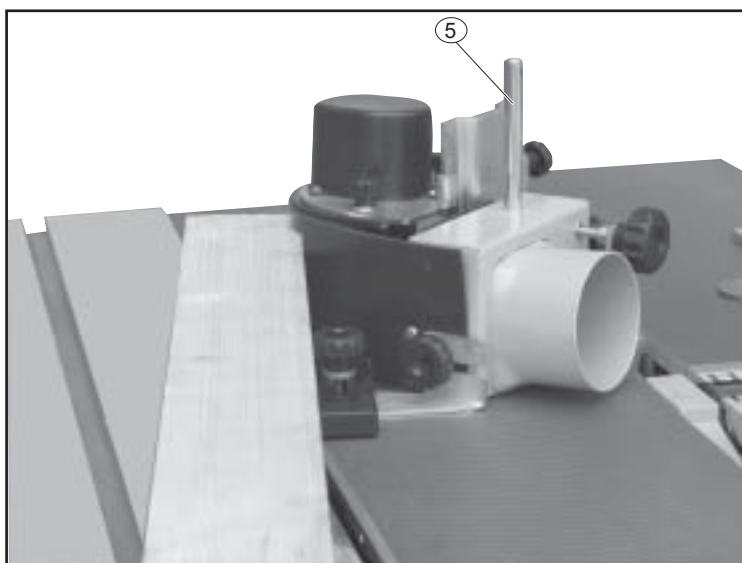

Fig. 4.17
4.3.7 - PROTEZIONE PER LA LAVORAZIONE ALLA MORTASATURA FIG. 4.17